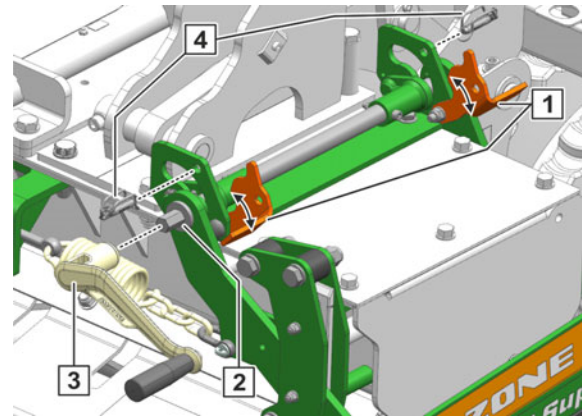

Рис. 151
1. Снимите пружинный фиксатор (Рис. 151/4)
2. Приставьте инструмент (Рис. 151/3) к регулировочному валу (Рис. 151/2).
3. Чтобы снять нагрузку с крепежных уголков (Рис. 151/1), поверните инструмент по часовой стрелке.